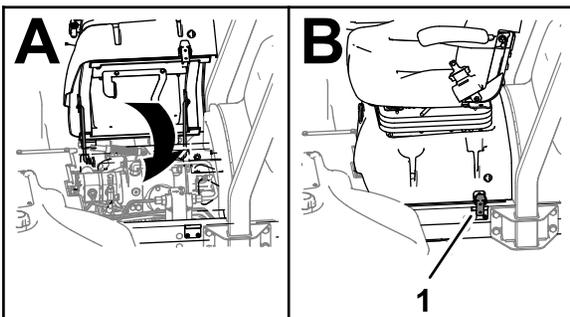

Figura 34
3. Rode o banco e a base do banco até fechar, e tranque a base (Figura 34).